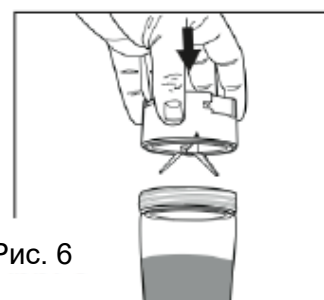

Рис. 6
2. Наполните стакан желаемыми продуктами и установите насадку с лезвиями, как показано на Рис. 6.